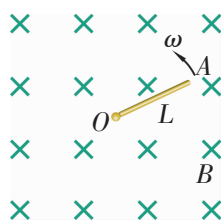

图 1-5-3
**例 1:** 如图 1-5-3 所示，铜棒  $OA$  长为  $L$ ，在垂直于匀强磁场的平面上绕点  $O$  以角速度  $\omega$  匀速转动，磁场的磁感应强度为  $B$ 。求铜棒中感应电动势的大小，并分析  $O$ 、 $A$  两点电势的高低。